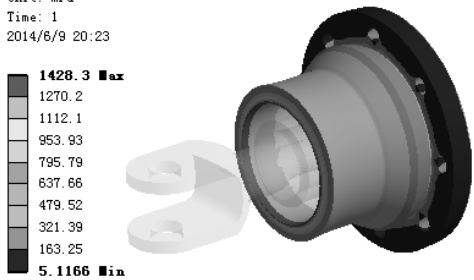

图 7.10.11 应力结果图解 (out-bush)
(4) 查看 out-bush 零件应力结果图解。在“Outline”窗口中选中  Equivalent Stress 2，查看图 7.10.11 所示的零件 out-bush 的应力结果，其最小应力为 5.1166MPa，其最大应力为 1428.3 MPa。